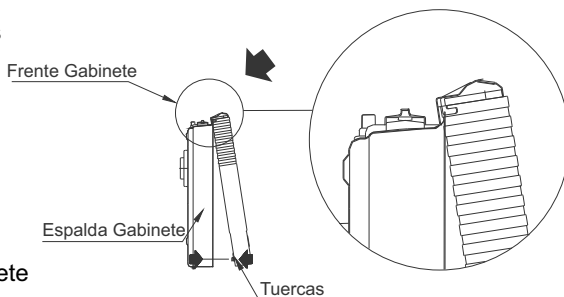

Fig. 20
- Deslice el Frente del Gabinete desde arriba hacia abajo insertando las 2 lengüetas superiores del Frente en las ranuras ubicadas en la parte superior de la Espalda. Asegúrese que el frente gabinete se apoye por delante de la pestaña de la Espalda (Fig. 20).